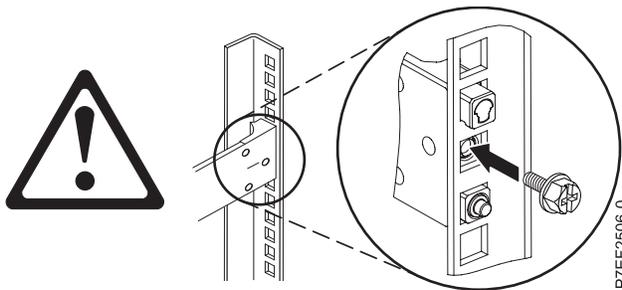

Abbildung 4. Schraube erneut einsetzen
- Setzen Sie die Schraube erneut ein, die in Schritt 2 auf Seite 4 entfernt wurde, wie in Abb. 4 dargestellt.